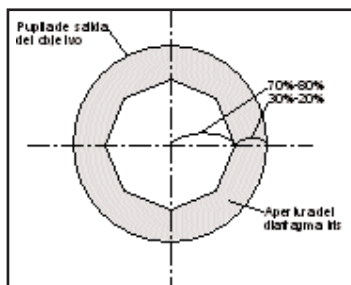

Figura 7: Diafragma iris
- ◆ Réglez l'ouverture du diaphragme de manière qu'il éclaire vers le 70-80% du diamètre de la lentille postérieure de l'objectif. (Figura 7).